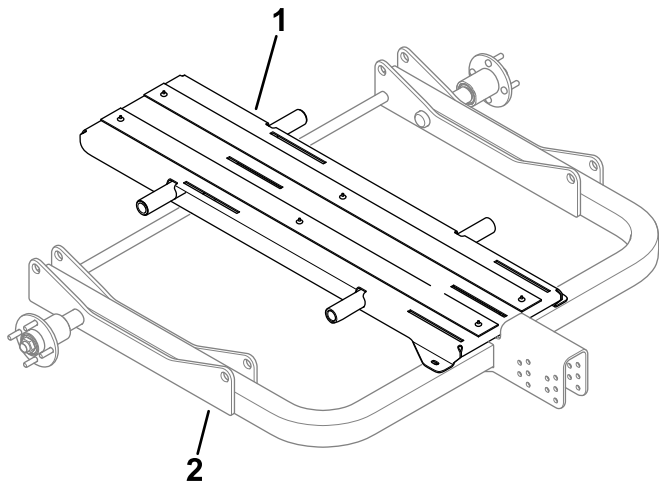

Рисунок 18
1. Расположите среднюю опору на основной раме, как показано на Рисунок 18.